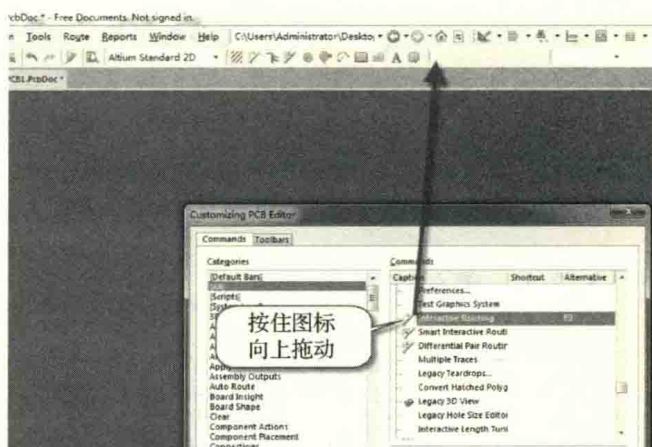

图 6-8 设置快捷键及设置快捷图标
(3) 在“Alternative”栏中输入需要设置的快捷键，如“F2”，同时可以给设置的快捷键设置个性化图标，按住图标拖动到菜单栏上面，如图 6-8 所示。